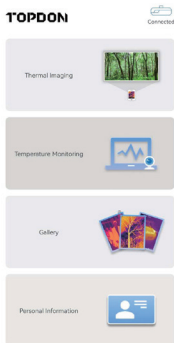

Abbildung 3.1.3
3. Öffnen Sie die TC001-App. Das Symbol oben rechts auf dem Startbildschirm zeigt „**Verbunden**“ an (siehe Abbildung 3.1.3).